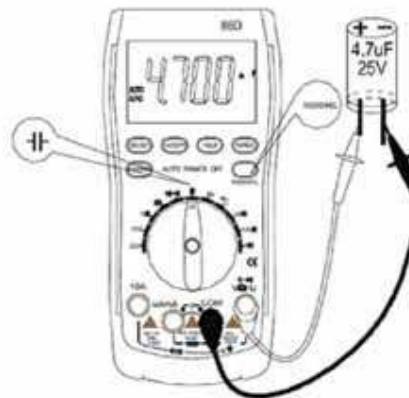

図 14-1
- 1: レンジ切り替えスイッチをコンデンサ測定モードに切り替え、赤い測定コードを V Ω Hz 端子に、黒い測定コードを COM 端子に差し込みます(図 14-1)。